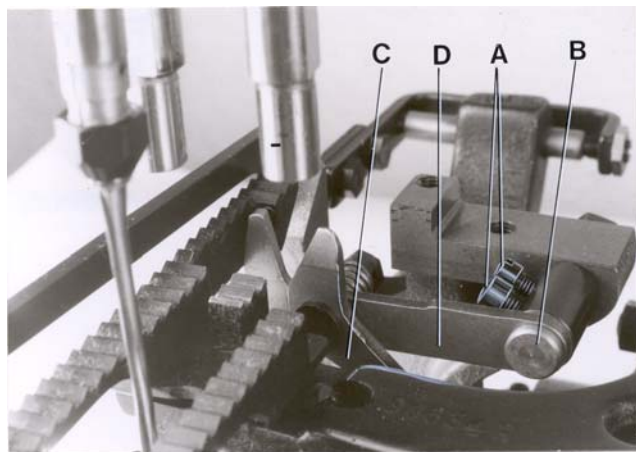

Fig. 18
Remove presser foot, throat plate and cloth plate. Swing-off the end cover. Turn pulley until the feed dog is in its extreme front position. Loosen screws (A, Fig. 18) and pull the chain cutter with stud (B) to the front and take it out of the machine.
Assemble the new chain cutter. Insert the hole on knife pilot (C, Fig. 18) down on the pin in the knee lever. Insert stud (B) in the hole on knife pilot (D) and tighten screws (A) on the flat of the stud. Check if the cutting edges overlap approx. 0.3 mm (.012").
Entfernen Sie den Drückerfuß, Stichplatte und Stoffplatte. Klappen Sie das Abschlußblech weg. Drehen Sie an der Riemenscheibe, bis der Transporteur in seiner vordersten Stellung ist. Lösen Sie die Schrauben (A, Fig. 18), ziehen Sie die Kettenschere mit dem Bolzen (B) nach vorne und nehmen Sie sie nach oben aus der Maschine.
Montieren Sie die neue Schere. Hängen Sie die Bohrung im Messerschlenkel (C, Fig. 18) unten am Stift im Messerhebel ein. Stecken Sie den Bolzen (B) durch die Bohrung am Messerschlenkel (D) und ziehen Sie die Schrauben (A) auf der Fläche des Bolzens an. Prüfen Sie ob die Messerschneiden der neuen Kettenschere etwa 0,3 mm überlappen.